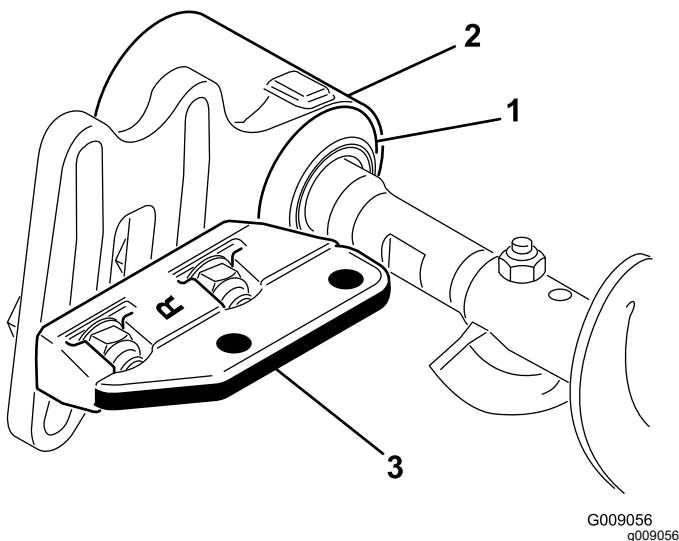

Figura 10
9. Deslice cada retén hacia el exterior hasta que los sellos toquen ligeramente el alojamiento de cada cojinete (**Figura 10**).